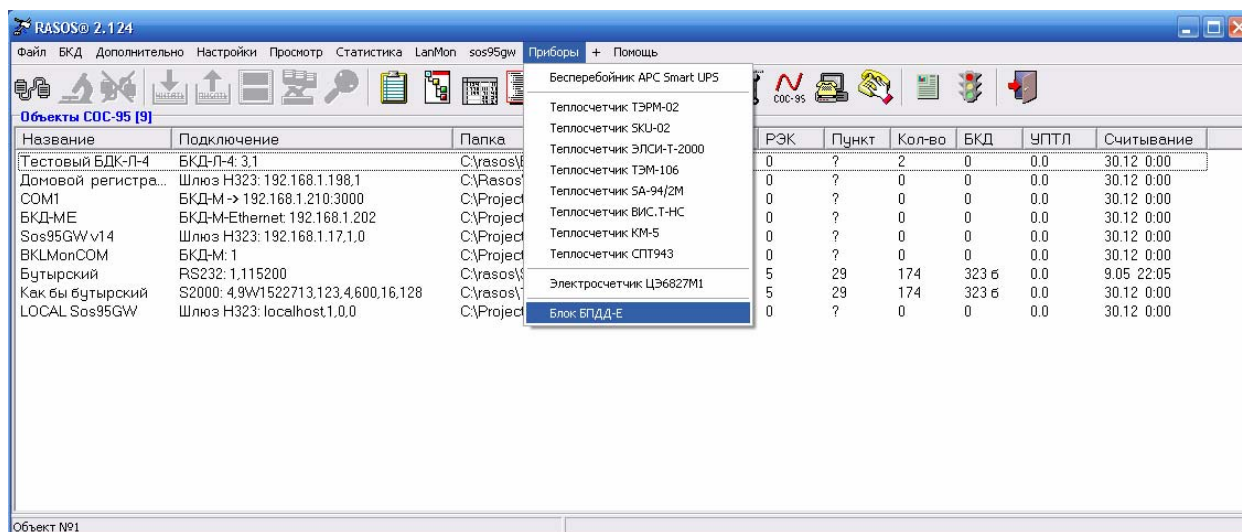

Рисунок 18 - Программа RASOS-поиск БПДД-Е
2. Запустите программу RASOS, в основном меню выберите «Приборы/Блок БПДД-Е» (рисунок 18).